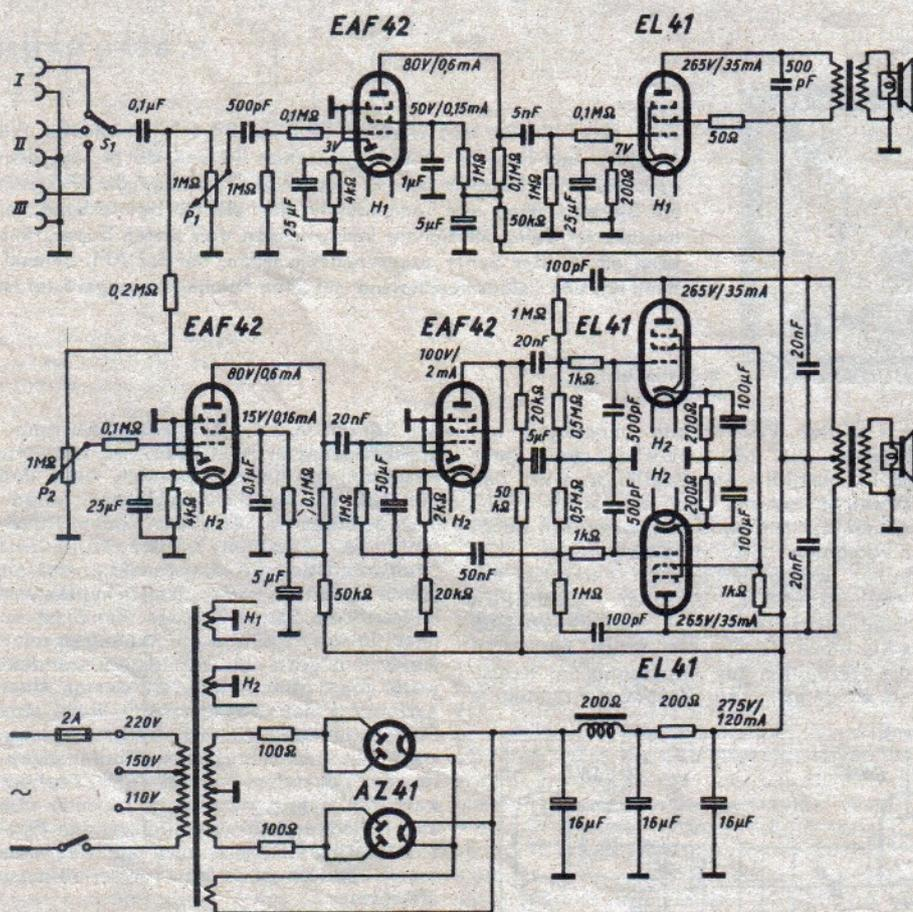

Abb. 1. Schaltung eines Mehrkanalverstärkers mit getrenntem Hochton- und Tieftonkanal
ben wird, muß auch die Bildröhre des E 1 hierfür eingerichtet werden. Von den zahlreichen „Umkehrmöglichkeiten“ wurde bei dem untersuchten Gerät die Leitungsvertauschung an der Bildröhre als die einfachste Lösung festgestellt. Die genaue Leitungsänderung zeigt Abb. 1. Das Gitter der Bildröhre wird also jetzt an den Helligkeitsregler angeschlossen, während die Video-Spannung nun die Katode steuert. Ein Widerstand von etwa 10 kOhm kann unter Umständen vor dem Helligkeitsregler eingebaut werden, um das Potential sicherheitshalber noch etwas abzusinken. Gleichfalls kann in die Leitung der Rücklaufastung nach dem 1- μ F-Kondensator ein Widerstand eingefügt werden, der als Belastungssperre für die Video-Frequenzen gerade so groß zu wählen ist, daß die Rücklaufastung noch sicher erfolgt, ohne die Bildqualität zu sehr zu verschlechtern.
5. Um dem Amplitudensieb auch im neuen Betrieb Impulse mit richtiger Polarität zuzuführen, wird die Verbindung des Steuergitters dieser Stufe mit dem 0,1- μ F-Kondensator zum Video-Gleichrichter entfernt und die in Abb. 1 erkennbare Zuleitung aus dem Anodenkreis der Video-Endstufe an das Gitter des Amplitudensiebes angeschlossen. Es empfiehlt sich hier (um in dieser Schaltungsart ohne umständliche Messungen einen optimalen Synchronisierzustand einstellen zu können), den 1-kOhm-Widerstand im Anodenkreis der Video-Endstufe, an dem die Synchronisiersignale abgenommen werden, wenn auch nicht bedienbar so doch einstellbar zu machen. Es kann damit nämlich ein stehendes Bild einreguliert werden, ohne daß zunächst auf eine gute Bildqualität zu achten ist. Wird der Kontrastregler dann weiter aufgedreht, so tritt neben einer Verbesserung der Bildqualität leicht
Musikfreunde stellen oft sehr hohe Ansprüche an naturgetreue und klangvolle Wiedergabe, denen das Mehrkanalprinzip entsprechen kann. Ein für den Heimgebrauch geeigneter Mehrkanalverstärker ist in Abb. 1 dargestellt. Der Mehrkanalverstärker besteht aus einem Hochton- und aus einem Tieftonkanal. Beide Verstärker werden aus einem gemeinsamen Netzteil gespeist.